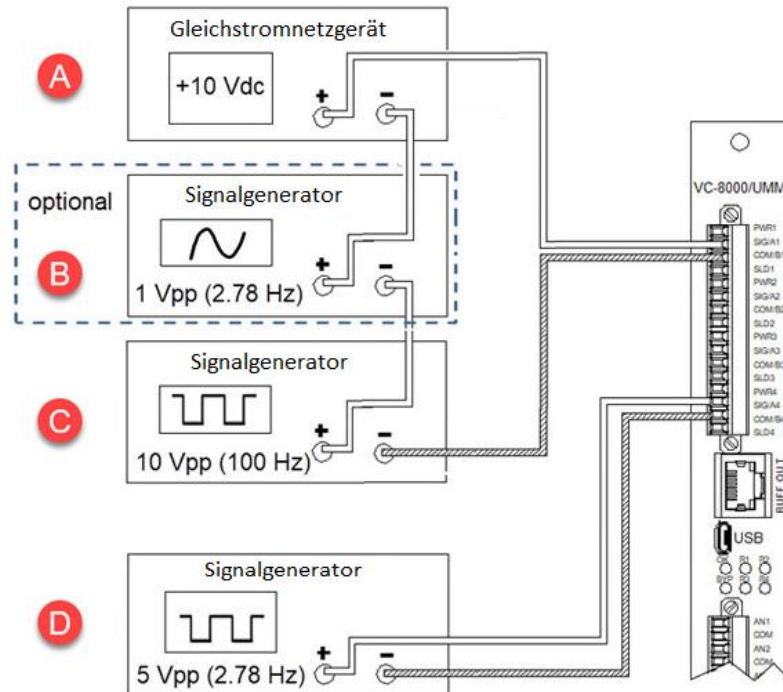

Abbildung 7-9) Simulieren eines
Richten Sie den Simulationsaufbau wie in **Abbildung 7-1** **Abbildung 7-9)** Simulieren eines gezeigt ein. Der Signalgenerator (B) ist optional, seine Verwendung wird jedoch dringend empfohlen, um eine umfassende Simulation zu ermöglichen. Wird kein Signalgenerator (B) verwendet, ist das Rotorprofil-Zeitsignal eine gerade Linie und der Luftspalt-Plot ein perfekter Kreis. Hinweis: (C) und (D) können in demselben 2-Kanal-Funktionsgenerator enthalten sein, (B) muss jedoch unabhängig sein.
Richten Sie den Simulationsaufbau wie in Abbildung 7-9) Simulieren eines gezeigt ein.	(A) +10 V DC Versatz (B) 1 Vpp (2,78 Hz) (C) 10 Vpp Rechtecksignal (100 Hz) (D) 5 Vpp (2,78 Hz) Phasenreferenz